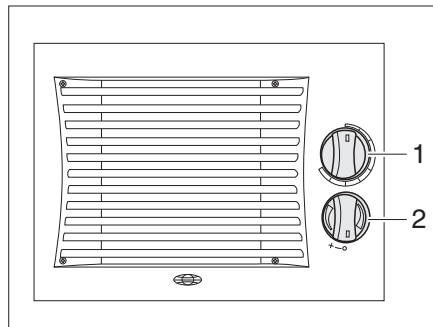

Bild 216 Bedienelemente Zusatz-Wärmetauscher
- Den Drehregler (Bild 216,1) des Durchflussreglers bis zur gewünschten Position drehen. Der Wasserkreislauf ist offen.
- Den Gebläseschalter (Bild 216,2) des Umluftgebläses im Uhrzeigersinn drehen.
- Den Gebläseschalter (Bild 216,2) auf „O“ drehen.
- Den Drehregler (Bild 216,1) des Durchflussreglers ganz zurückdrehen.